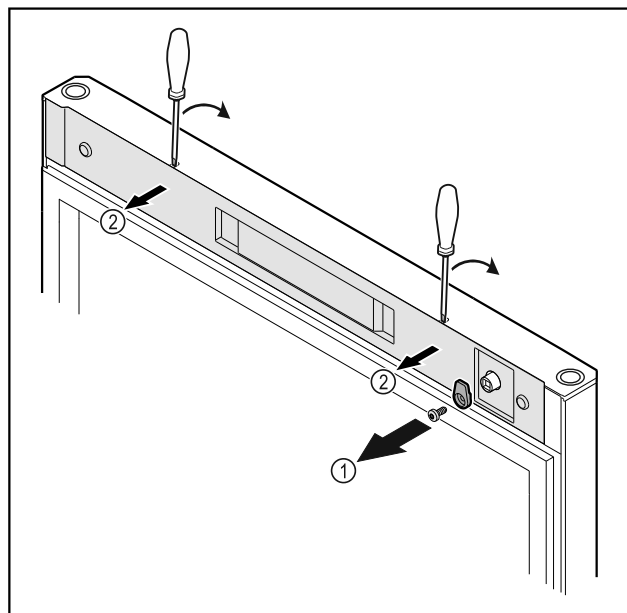

Fig. 52
- Deșurubați Fig. 52 (1) cârligul de închidere.
- Deblocați capacul Fig. 52 (2) cu o șurubelniță mică și detașați-o.